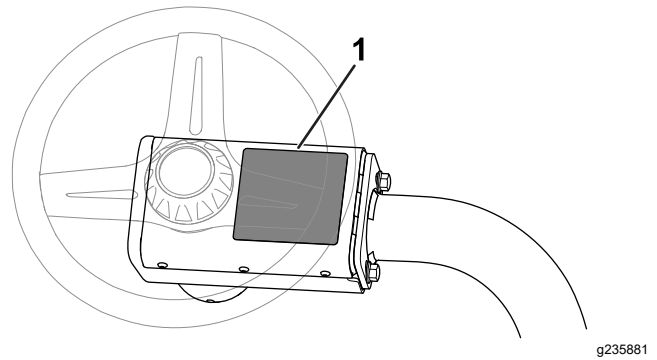

図 14
- CE 警告ステッカーP/N 136-8505を、既存の警告ステッカーP/N 136-8506の上から貼り付ける 図 14を参照。